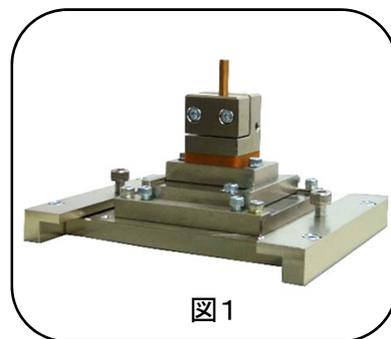

図1
- ① 安全カバーを取り外します。
- ② レギュレータの減圧つまみを調整し、エアの圧力を 0MPa にします。
- ③ 電極間に被溶接物(以下ワークと表記)またはそれと同じ厚みのもの(ゲージ等)を置きます。
- ④ 加圧追従機構を自重にて下降させ、上電極の先端がワークとの溶接面に接触する状態にします(図1参照)。
<p>XYθホルダ (水冷穴付精密型 下電極ホルダ)  (図1参照)</p>	<p>スライドホルダと同様にダイレクト溶接時に 使用します。 XYθ(縦・横・傾き)方向の微調整が可能です。 電極径はφ3/5/8から選択できます。</p>